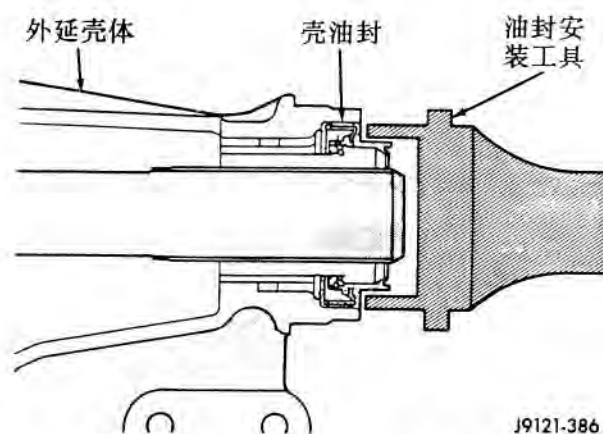

图 101 外延壳油封安装 — 两轮驱动型
(14) 在两轮驱动型上, 在外延壳体上安装新油封 (图 101)。
(15) 在两轮驱动型上, 安装车速表从动齿轮、接头和车速传感器。方法如下: